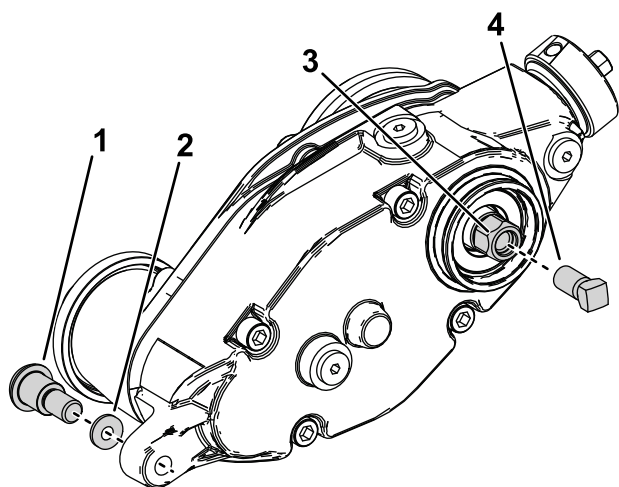

Figura 29
3. Retire o parafuso com olhal e anilha endurecida que ligam a caixa da transmissão do rastelo ao braço de ajuste (Figura 29).
5. Instale o parafuso de reforço (peça n.º 1-803022 – vendida em separado) nas roscas internas da cabeça sextavada da transmissão do rastelo e aperte com 13,5 Nm como se mostra na Figura 29.
6. Remova a caixa da transmissão do rastelo do cilindro de corte rodando a cabeça sextavada da transmissão do rastelo (Figura 29).